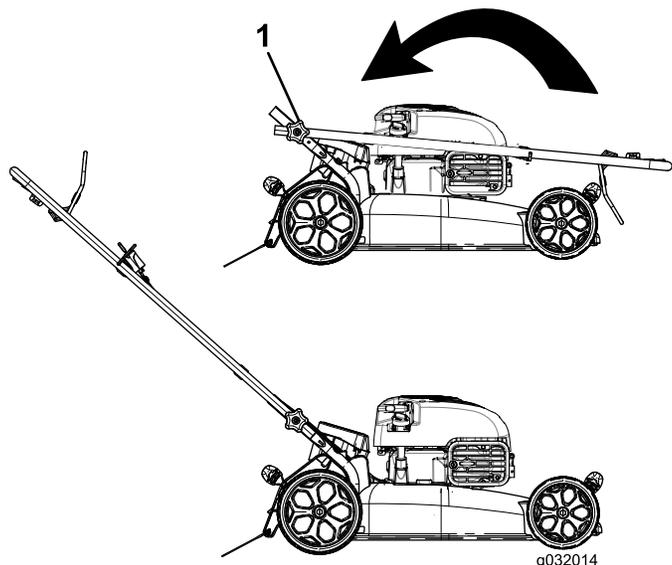

Figura 4
3. Spostate la stegola in posizione di guida (Figura 4).